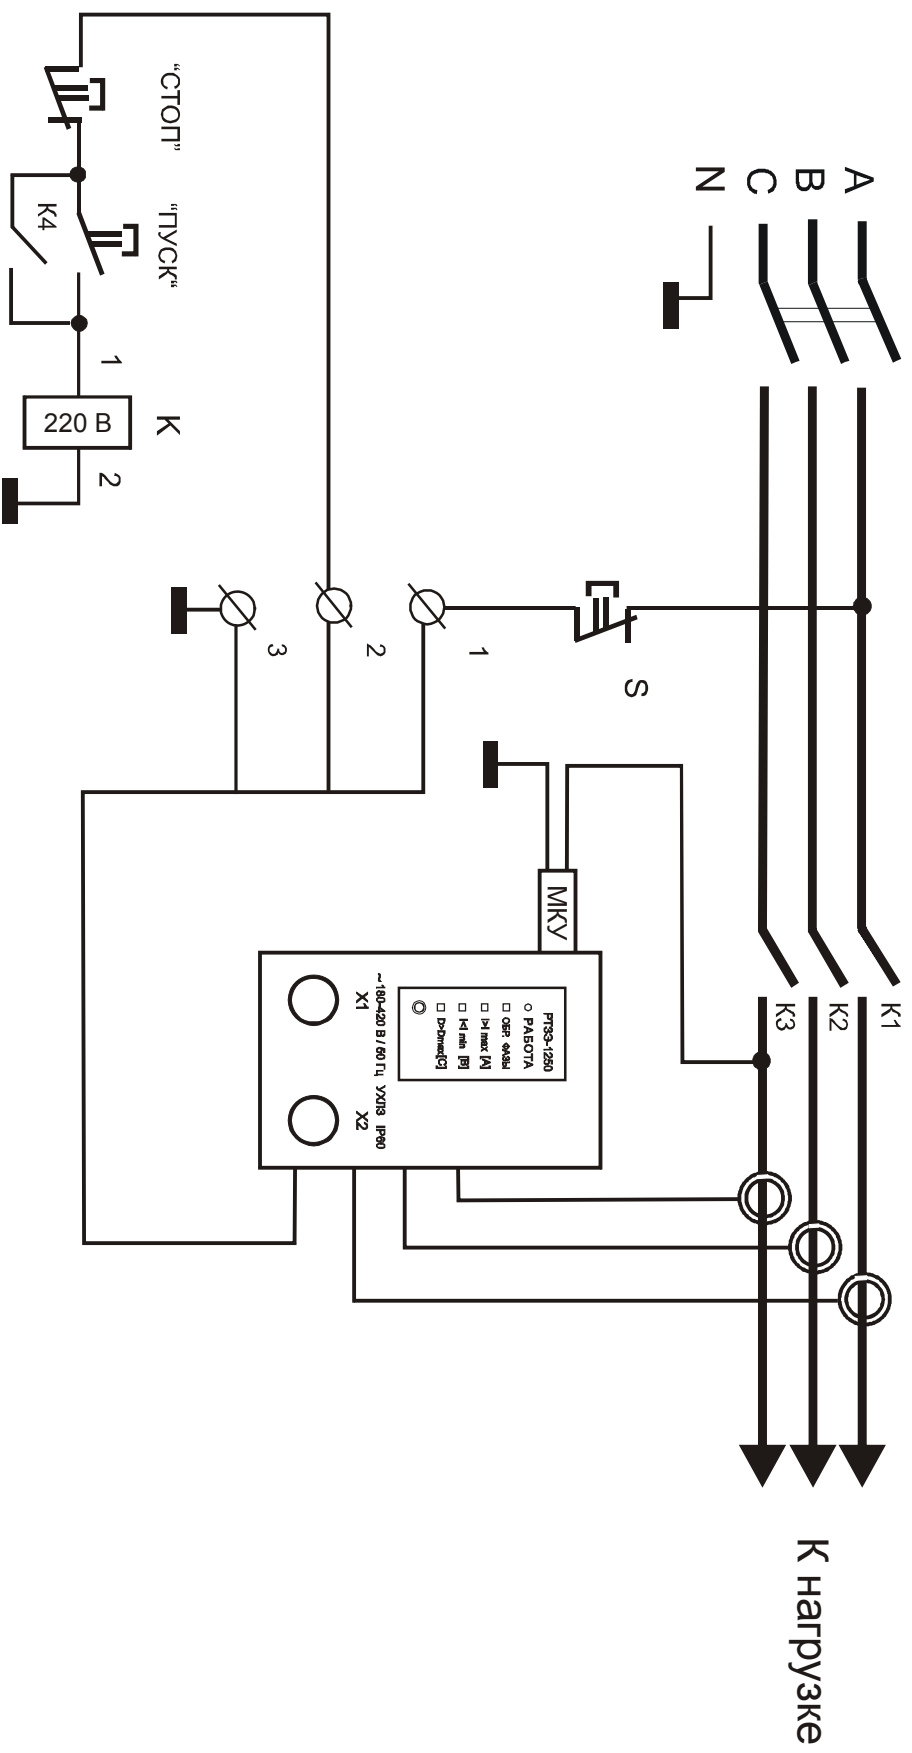

Рисунок 2 - подключение реле в схему управления контактора с предотвращением самозапуска при восстановлении питания (вариант 1)
6.2 Подключение реле производится в соответствии со схемами рис.2.- рис.5.